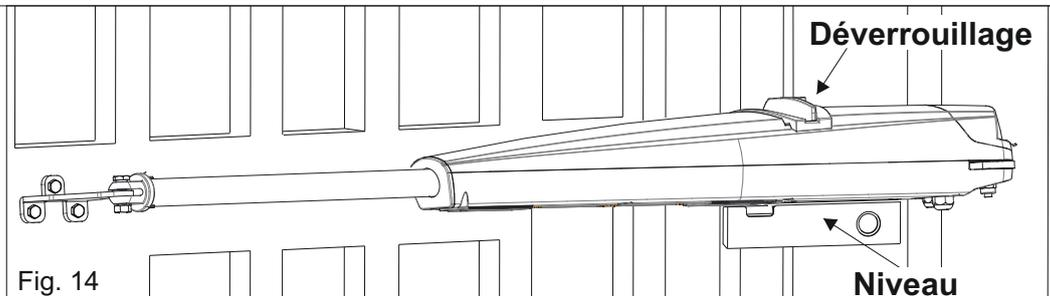

Fig. 14
- 1 - Pour un bon fonctionnement il est important de positionner tant l'opérateur que les supports postérieur et antérieur de façon parfaitement horizontale, en utilisant le niveau (Fig. 14)
- 3 - L'opérateur devra être monté avec le déverrouillage positionné vers l'haut (Fig. 14)
Il supporto deve essere posizionato in modo che l'operatore risulti perfettamente orizzontale (vedi Fig.14)